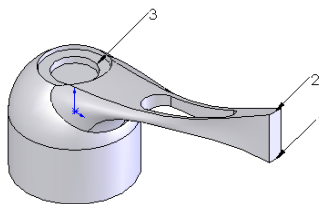
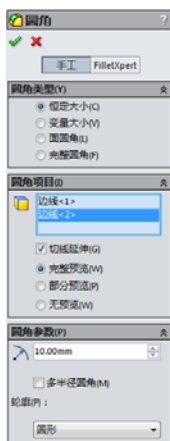
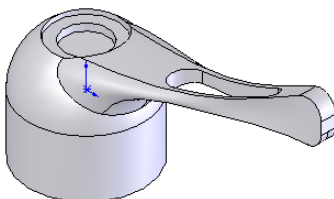
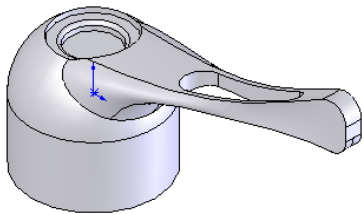

图 6-109 设置视图方向后的图形
图 6-110 “圆角”属性管理器
图 6-111 圆角实体后的图形
图 6-112 圆角实体后的图形
**39** 设置视图方向。单击“前导视图”工具栏中的“等轴测”图标，将视图以等轴测方向显示，结果如图 6-109 所示。
**40** 圆角实体。在菜单栏中选择“插入”→“特征”→“圆角”命令，或者单击“特征”工具栏中的“圆角”图标按钮，此时系统弹出如图 6-110 所示的“圆角”属性管理器。在“圆角类型”一栏中，点选“等半径”选项；在“半径”一栏中，输入 10mm；在“边线、面、特征和环”一栏中，选择图 6-109 中的边线 1 和边线 2。单击属性管理器中的“确定”图标按钮，完成圆角实体，结果如图 6-111 所示。
**41** 圆角实体。重复步骤 **40**，将图 6-109 中的边线 3 圆角半径为 2 的圆角，结果如图 6-112 所示。